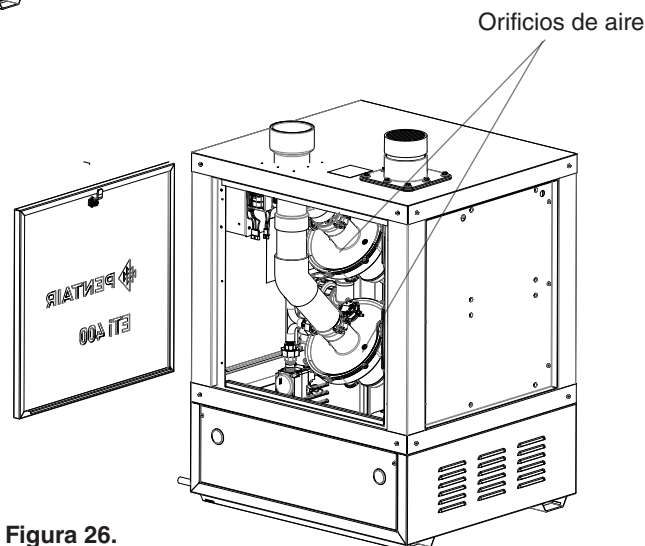

Figura 26.
6. Empuje el ensamblaje de entrada de aire en los orificios de aire. Nota: Asegúrese de que la parte superior del codo sea concéntrica al orificio de entrada de aire en el panel superior (vea la Figura 26).